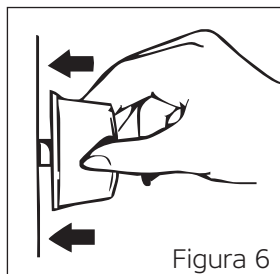
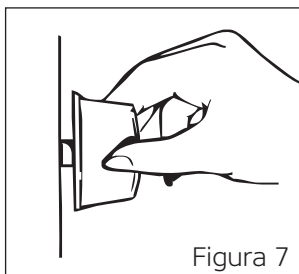
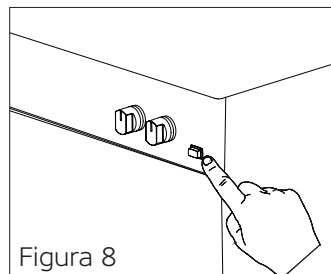

Figura 6
Figura 7
Figura 8
1. Para utilizar el quemador de su preferencia, pulse primero el mando en la dirección de la flecha y espere 5 segundos a que salga aire por los conductos (Véase figura. 6).
En Los Modelos Con Encendido Manual; puede encender el quemador de su preferencia con un encendedor (cerilla, mechero) girando el pomo (Véase figura 7).
*** En Los Modelos Con Encendido (Automático) Con Un Pomo;** usted puede encender el quemador de su preferencia presionando el pomo en la dirección de la flecha (Véase figura 6) y girando el pomo (Véase figura 7).
*** En Los Modelos Encendidos Por Botón;** primero, pulse el botón en el panel de control (Véase figura 8). Luego, pulsando el pomo del quemador que prefiera en la dirección de la flecha, podrá encender el quemador (Véase la figura 6).